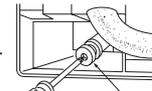

Figura 3
- 4) Ponga la tapa de drenaje en la sección de la parte posterior de la unidad interior a la que vaya a conectarse la manguera de drenaje. (Figura 3)